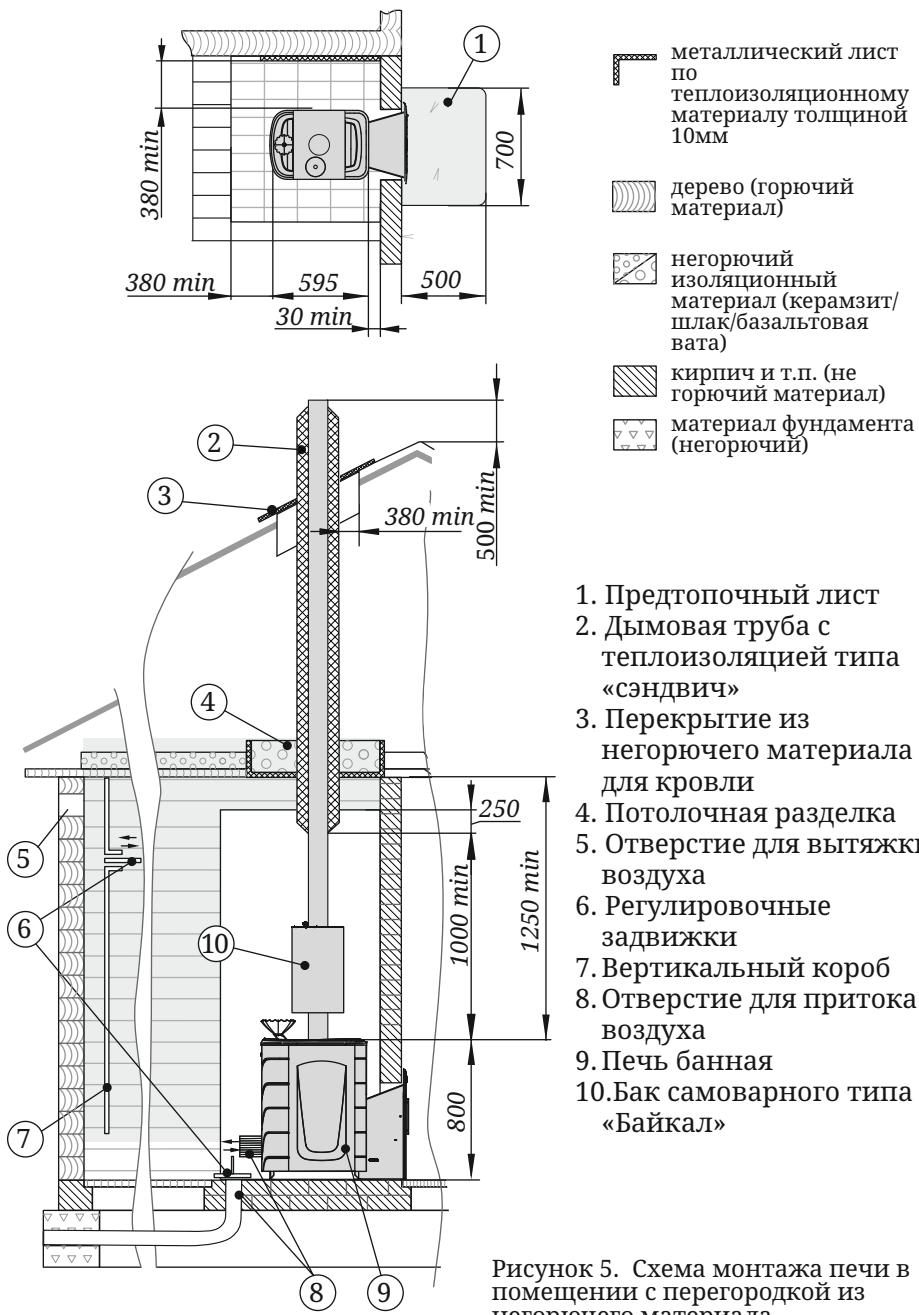

Рисунок 5. Схема монтажа печи в помещении с перегородкой из негорючего материала
- пол из горючих и трудногорючих материалов перед дверцей топки — металлическим листом размером 700×500 мм (рисунок 5);
Для обеспечения надежного воздухообмена в парилке рекомендуется организовать приточно-вытяжную вентиляцию (см. рисунок 5).